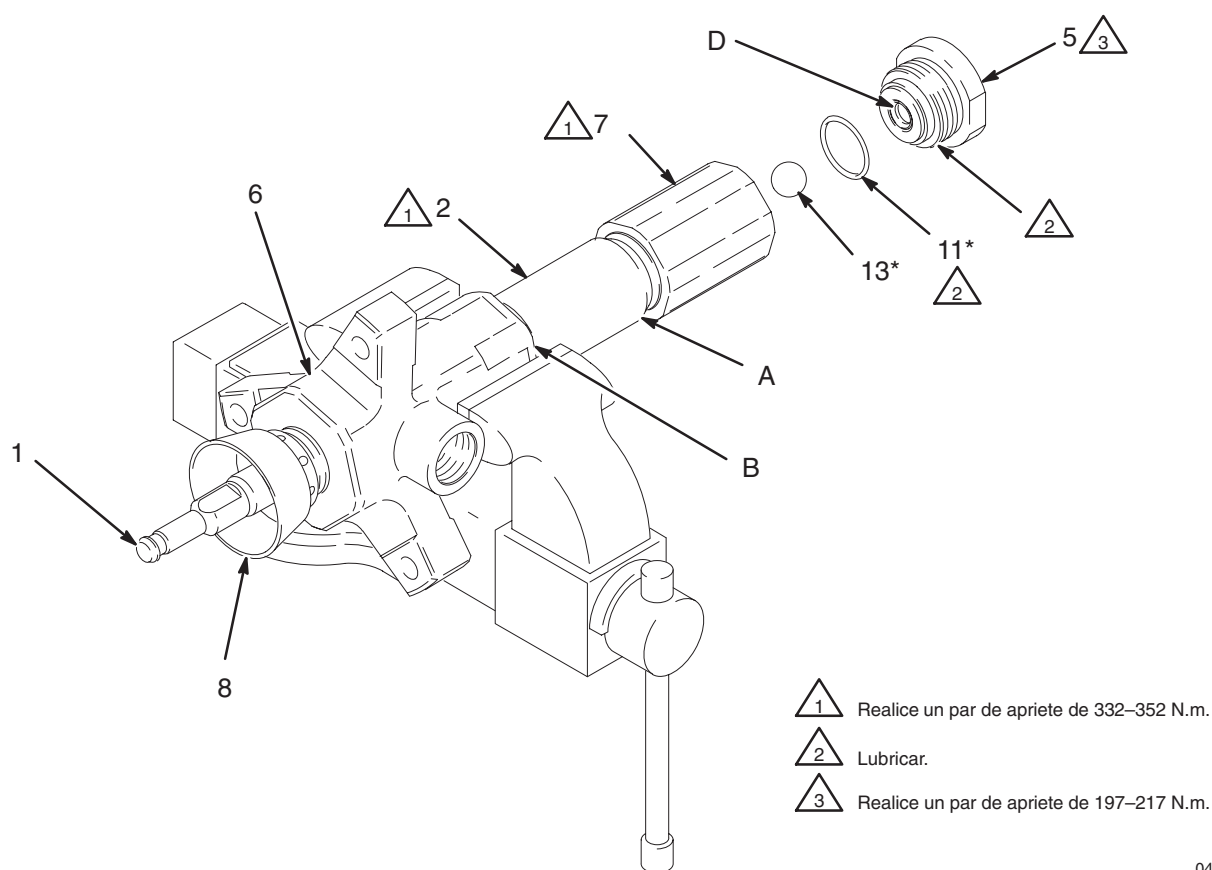

Fig. 5
1. Coloque la bomba sobre un torno de banco en posición longitudinal, con las mordazas en los alojamientos de salida (6), como muestra la Fig. 5. Utilice la llave suministrada (110) para aflojar la tuerca prensaestopas (8), pero sin sacarla completamente.
2. Utilizando la pata de gallo de 2-3/4 in. o una llave de tubo, desenrosque la válvula de admisión (5) del alojamiento de admisión (7). Preste atención y recoja la bola de admisión (13) mientras desmonta la válvula, evitando que pueda caerse y sufrir daños. Saque la junta (11) de la válvula de admisión. Inspeccione la bola y el asiento (D) observando si presentan un desgaste excesivo o están dañadas.
3. Utilizando una llave de tubo, desmonte el alojamiento de admisión (7) del cilindro (2).